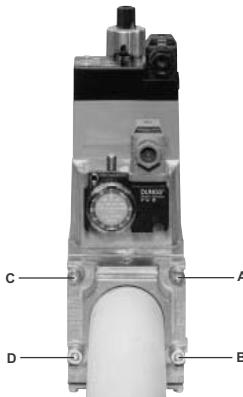
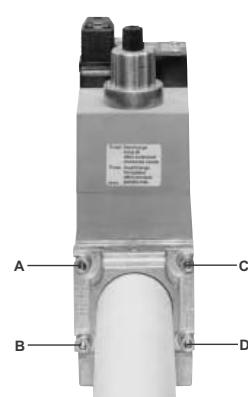

Рис. 5
Рис. 6
1. Расслабить винты А и В, но **не снимать их** (Рис. 5 и Рис. 6)
2. Отвинтить винты С и D (Рис. 5 и Рис. 6)